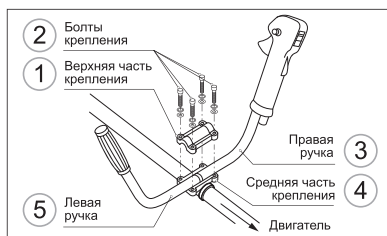

рис. 2
1. Снимите верхнюю часть крепления рукояток (1, рис. 2), выкрутив 4 винта (рис. 2). Установите рабочие рукоятки (3 и 5, рис. 2). Правая рукоятка (3, рис. 2) снабжена органами управления двигателем, курок правой рукоятки должен быть направлен в сторону редуктора.